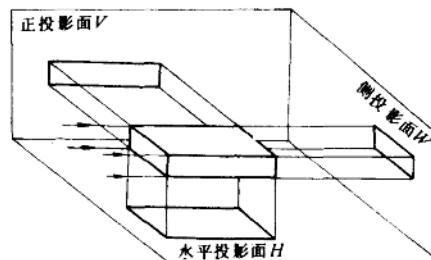
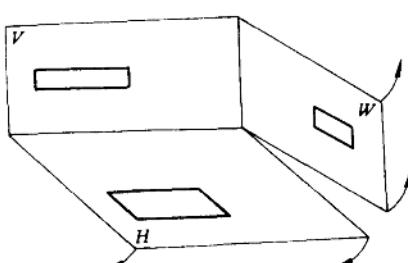
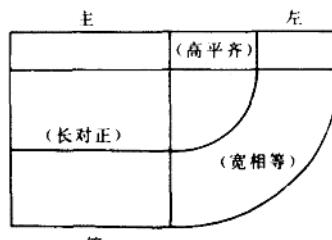

图 1-2 长方体在三个投影面上的投影
图 1-3 投影面的展开
图 1-4 展开后长方体的三视图
(2) 三视图 将长方体置于三个互相垂直的投影面体系中,使其底面与水平投影面平行,前面与正投影面平行,分别向三个投影面投影,可得到长方体的三个视图(见图 1-2);将三投影面按图 1-3 中箭头所指的方向顺次旋转展开,即形成三视图,见图 1-4。